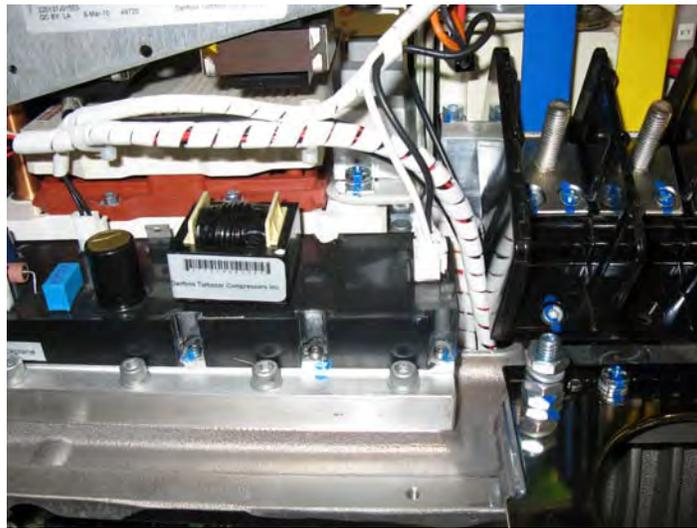
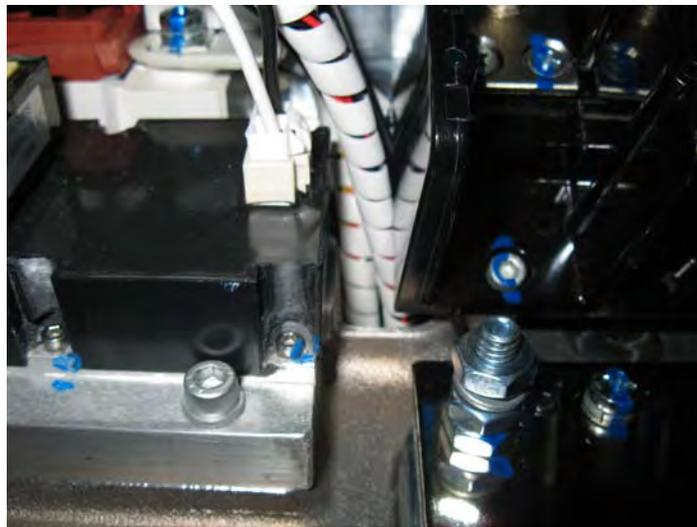

Figure 5 Passage de câble
Figure 6 Passage côté entretien
13. Glissez le câble dans le passage de câble sur le côté droit du convertisseur CC-CC à haute tension (HT), puis vers le bas dans le côté entretien (voir Figure 5 et Figure 6).